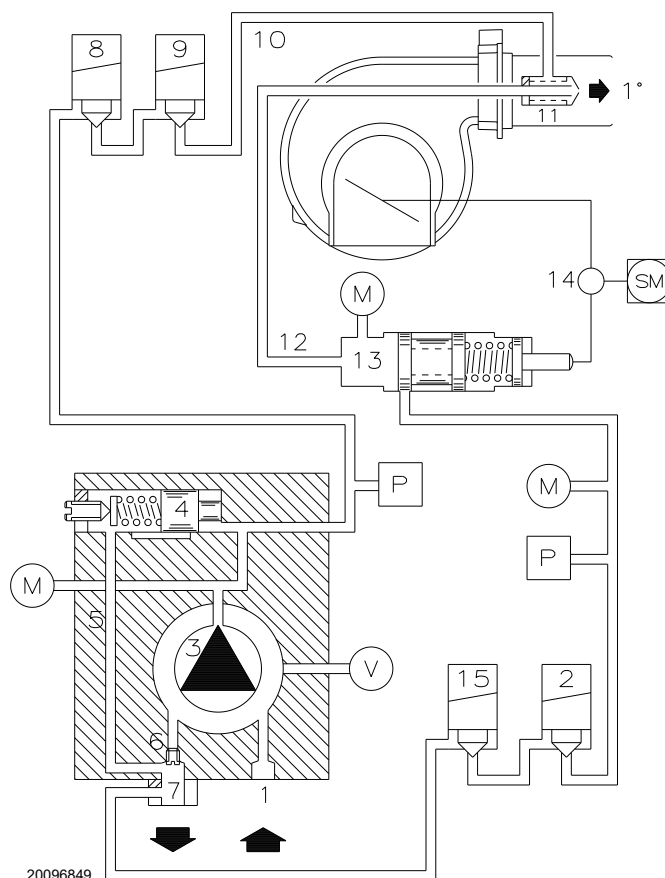

Рис. 30
Они устанавливаются на горелку с закрытым обходным контуром с помощью винта 6) (Рис. 30).
- Насос 3) (Рис. 30) всасывает топливо из емкости через трубопровод 1) и проталкивает его под давлением на линию подачи.
Обозначения (Рис. 30)